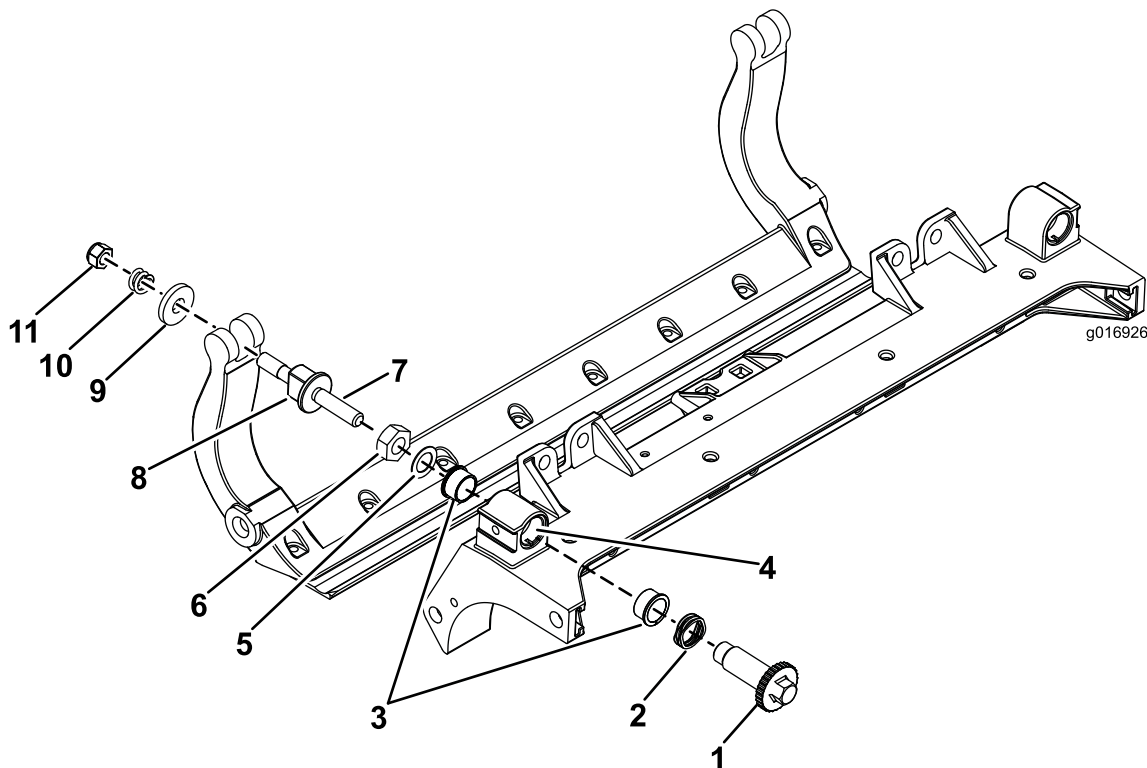

图36
1. 拆除所有零件请参阅 *HD DPA 套件型号 120-7230 安装说明*和图36。
2. 将防粘剂涂抹到滚刀组承载架的轴套区内侧图36。
3. 将凸缘轴套上的键与机架的槽对准然后安装轴套图36。
4. 将一个波形垫圈安装到调节器轴上然后调节器轴滑入滚刀组机架中的凸缘轴套内图36。
5. 使用扁平垫圈和锁紧螺母固定调节器轴图36。上紧锁紧螺母扭矩至 2027N·m。
注意 将尼龙垫圈放在侧板凸起的两侧。在两个尼龙垫圈的外侧各放一个钢垫圈图36。